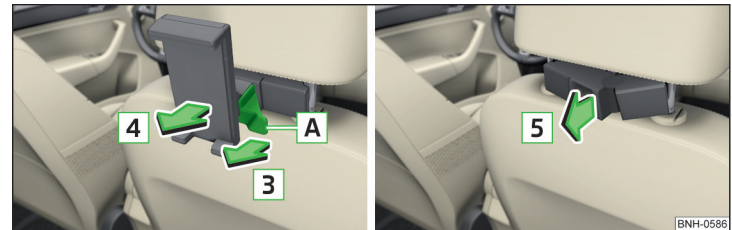

Abb. 82 Abnehmen: Halter / Adapter
- Zum **Abnehmen** an der Sicherungslasche **A** in Pfeilrichtung **3** ziehen und den Halter in Pfeilrichtung **4** aus dem Adapter nehmen » Abb. 82.